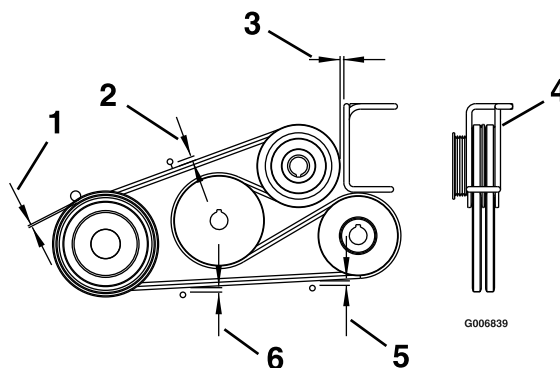

Figure 63
4. Réglez les guides de courroie comme montré à la Figure 63.